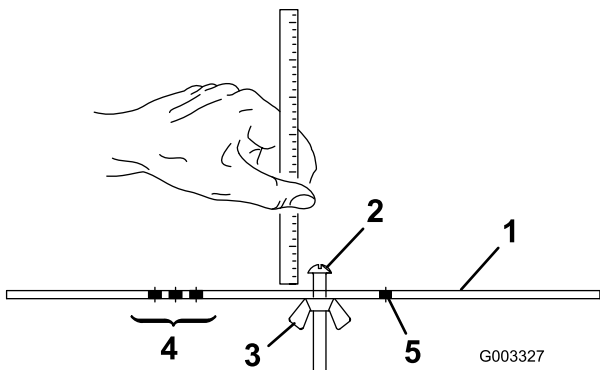

Figura 16
- 2. Allentate il dado sulla barra di misura (Figura 16) e posizionate la vite di regolazione all'altezza di taglio opportuna.